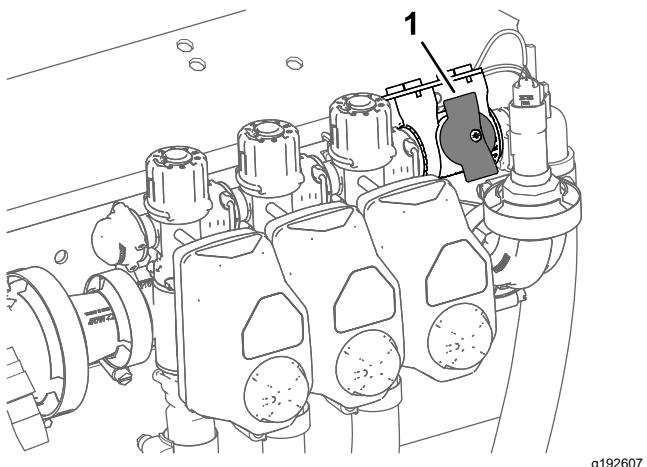

図 48
- 散布率モードで使用している車両の場合は、個別ブームバイパス停止バルブのノブが閉まっていることを確認する図 48。
- 散布率モードで使用している車両の場合は、個別ブームバイパス停止バルブが閉じていることを確認する図 48。